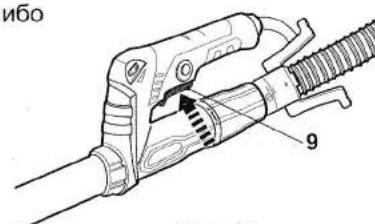

Рис. 11
- > Включите изделие, нажав на выключатель (9) (Рис. 11).
- > Выключите изделие, отпустив выключатель (9)